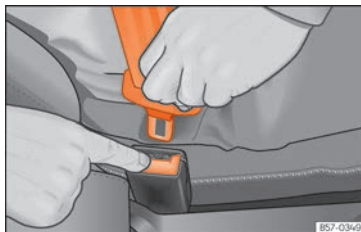

Abb. 11 Schlosszunge vom Gurtschloss lösen.
- Rote Taste im Gurtschloss drücken »» **Abb. 11.** Die Schlosszunge springt heraus.